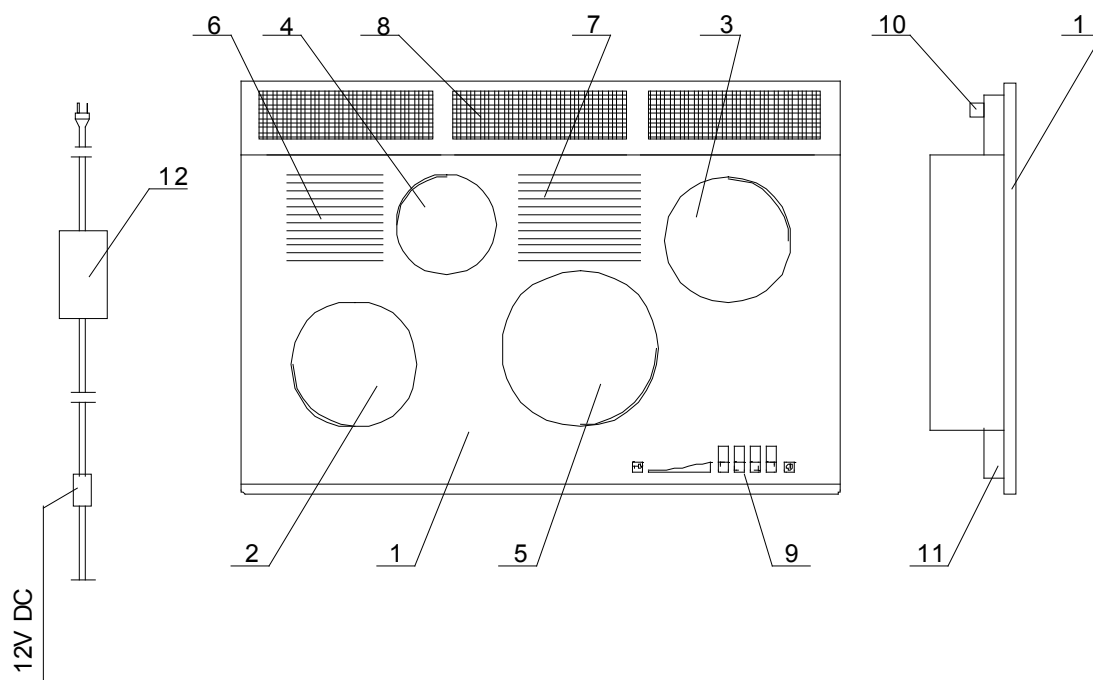

Рис. 1
Варочная панель (рис. 1) имеет четыре инжекторных газовых горелки с мощностью, указанной в представленной выше таблице, с керамическим вкладышем, оснащенных зажигательными электродами и ионизирующими датчиками контроля горящего газа. Горелки, в которых происходит каталитическое сжигание газа, вырабатывают **инфракрасное излучение**. Они прикрыты стеклокерамической плитой, на которой выделены четыре графически обозначенных на панели конфорки над керамическими горелками, а также две горячие зоны над каналами продуктов сгорания газовых горелок, **не потребляющие газ**.
В случае питания варочной панели жидким газом из баллона, она подключается с помощью патрубка $\varnothing 10/R1/2"$, ввинченного в патрубок впуска газа, **поз. 10** на **рис. 1**, после предварительного вывинчивания ниппеля 1/2". На вентиле баллона крепится **редуктор для жидких газов**. Редуктор с варочной панелью соединяется эластичным шлангом для жидких газов (с максимальной длиной до 3 м) с закрепленными по обеим сторонам манжетами. **Редуктор и эластичный шланг должны иметь сертификат безопасности.**
- вставить штепсель провода источника питания в розетку домашней сети, а кабель низкого напряжения 12 В, завершенный круглым штепселем, поместить в розетке питания варочной панели. Она находится снизу прибора, **рис. 1 поз. 11**,